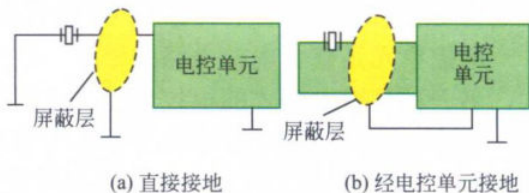

图 1-12 传感器屏蔽层的接地
(1) 传感器信号电路 传感器信号电路按传感器在工作时需不需要电控单元或蓄电池向其提供工作电压,可以分为有源传感器信号电路和无源传感器信号电路。有源传感器信号电路一般分为电源电路、信号电路和接地电路。例如霍尔效应式车速传感器、空气流量计、节气门位置传感器等,其中信号电路一定与电控单元相连。电源电路和接地电路不一定与电控单元相连。无源传感器信号电路只有一条信号电路与电控单元相连。例如氧传感器、爆震传感器。由于无源传感器的信号较弱,为防止无线电信号的干扰,在传感器信号线上往往加有信号屏蔽线。信号屏蔽线可以通过电控单元接地,也可以直接接地如图 1-12 所示。